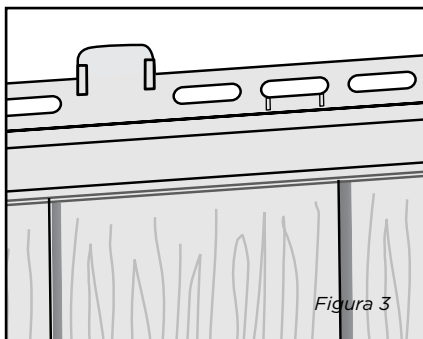

Figura 3
3. Fije el panel a la pared clavando primero a través del agujero central del borde para clavos en la parte superior del panel. Continúe clavando el panel con 5 clavos: uno en la ranura para clavos del extremo derecho y uno en cada una de las líneas del Indicador de marcas de clavos de QuickReference™ (Figura 3). Deje entre 1/8 y 1/16 de pulgada entre las cabezas de los clavos y el panel para permitir la libertad de movimiento durante la expansión y contracción normales. El panel D7 tiene NailStop™ para guiar la correcta separación de la cabeza con respecto a los clavos.